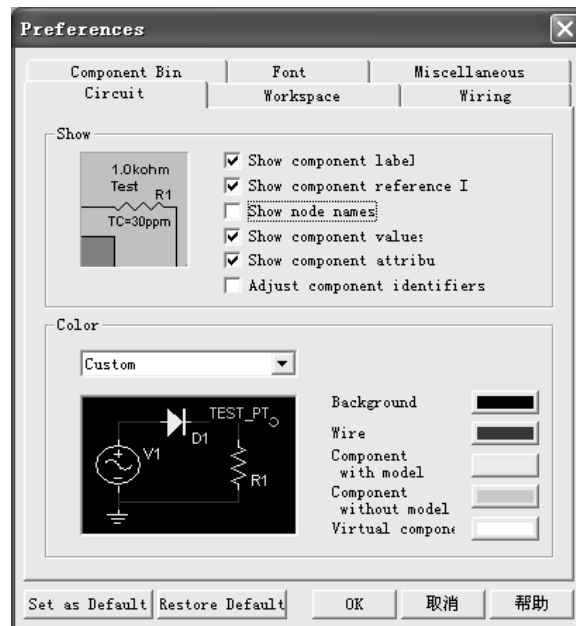

图 2.2.3 Circuit 选项卡
1) **Circuit 选项卡**: 在该选项卡中, 可以设置与电路相关的参数, 主要包括元件标注的显示方式和各种对象的颜色。如图 2.2.3 所示。
Display 标签项中，用于设置电阻各项显示，和图 2.2.3 中的 Show 中各项含义类似。